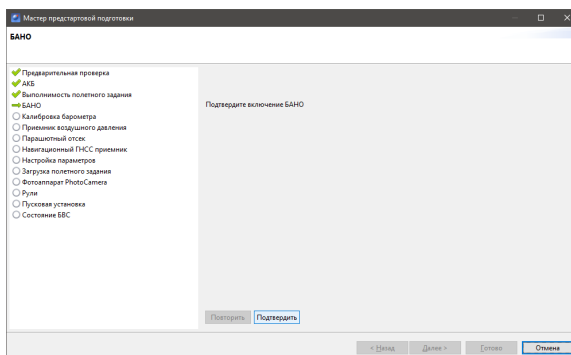

Рис. 97: Проверка БАНО
- **Проверка БАНО.** На данном этапе происходит проверка работы БАНО (рис. 97);